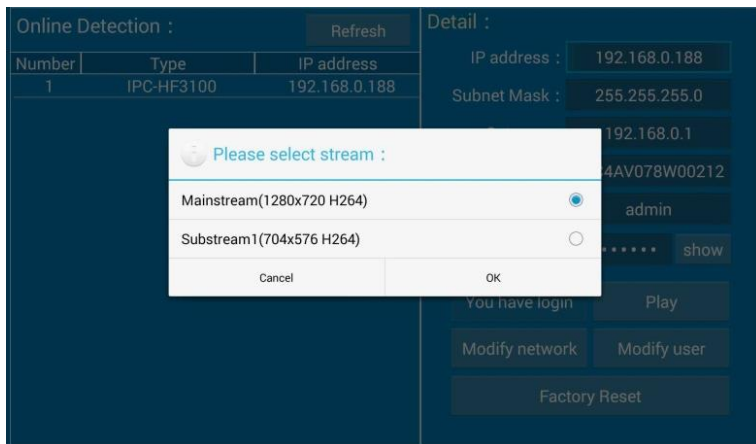

Рис. 182 Выбор видеопотока для тестируемой видеочамеры
4. Если видеочамера поддерживает выбор из нескольких потоков, выберите нужный, рис. 182